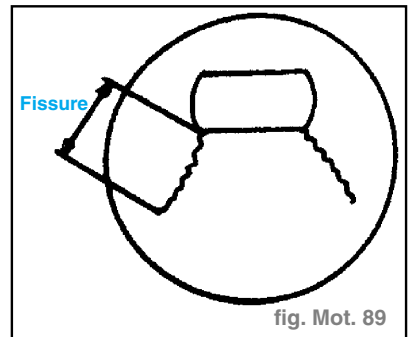

fig. Mot. 89
- Inspecter la fissure d'insertion de l'insertion de chambre à combustion. (fig. Mot. 89)